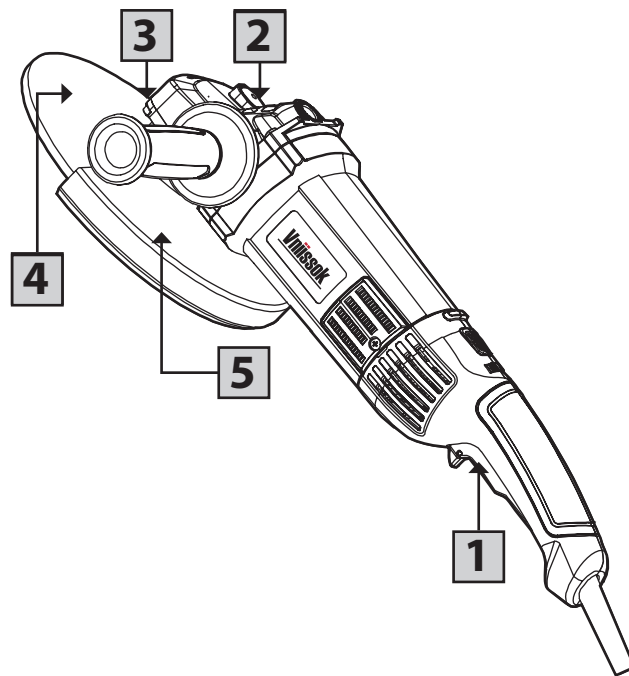
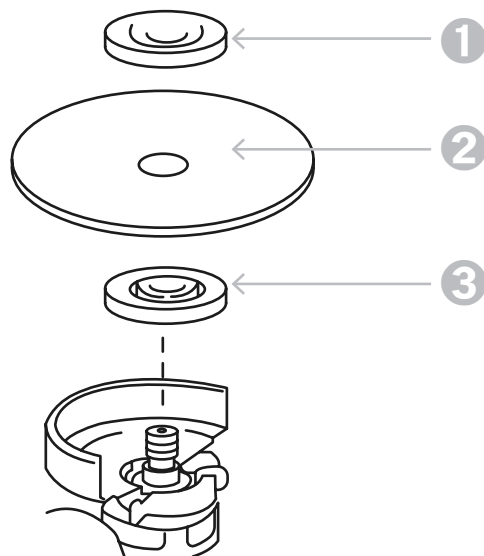

Рисунок 1.5
Рисунок 2.2.4
- ❶ Снимите наружный прижимной фланец «3» (рисунок 2.2.4).
- ❷ Установите на изделие соответствующую оснастку «1», в зависимости от вида работы (шлифование, отрезание), совместив отверстие в оснастке с выступом внутренней шайбы «2» (рисунок 2.2.4).
- ❸ **ВНИМАНИЕ!** При установке оснастки следуйте указаниям по направлению её вращения.
- ❹ Закрутите наружный фланец «3».
- ❺ Заблокируйте шпиндель, нажав кнопку «2» (рисунок 1.5), и крепко затяните наружный прижимной фланец ключом.
- ❻ Для снятия оснастки нажмите кнопку блокировки «2» (рисунок 1.5) и прилагаемым ключом открутите фланец.
ЗАПРЕЩЕНО! Не включайте блокировку «2» (рисунок 1.5) при вращающемся шпинделе. Это может привести к повреждению инструмента. Нажмите на кнопку блокировки для предотвращения вращения шпинделя при установке или снятии оснастки.